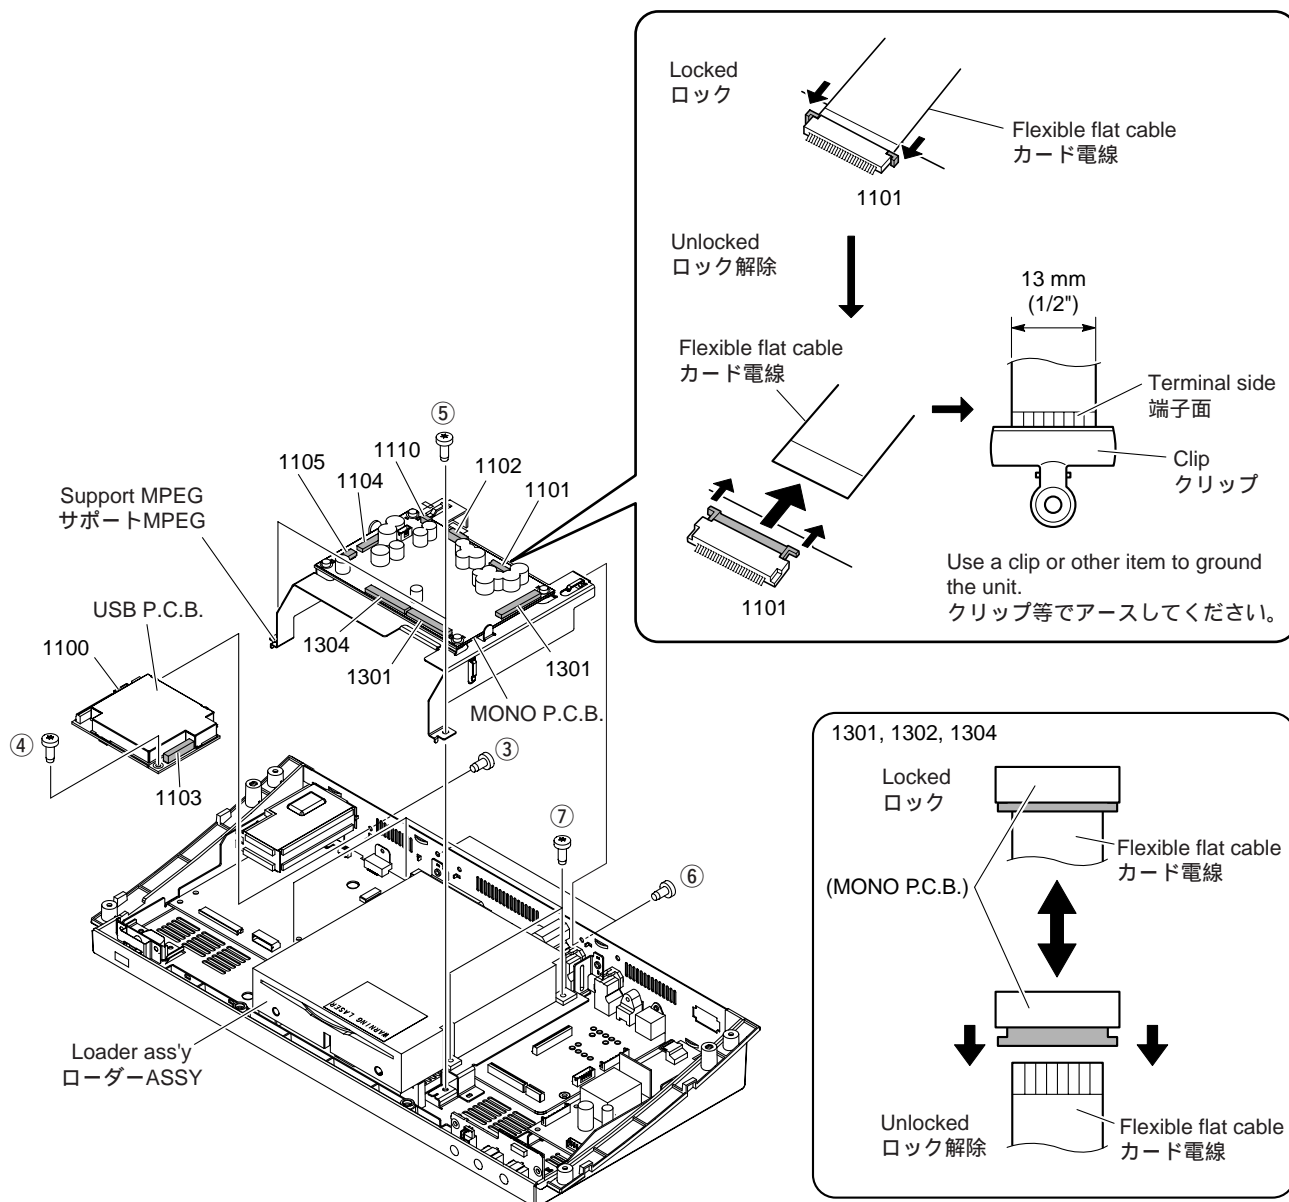

Fig. 3
- Remove screw (③) and screw (④). (Fig. 3)
- Remove 1100 and 1103. (Fig. 3)
- Remove the USB P.C.B.. (Fig. 3)
- Remove 2 screws (⑤) and 2 screws (⑥). (Fig. 3)
- Unlock 1101 and then disconnect the flexible flat cable, and ground the terminal face of the flexible flat cable with a clip or the like. (Fig. 3)
- Remove 1102, 1104, 1105 and 1110. (Fig. 3)
- Unlock 1301, 1302 and 1304 and then disconnect the flexible flat cable. (Fig. 3)
- Remove MONO P.C.B. together with the support MPEG. (Fig. 3)
- Remove 4 screws (⑦). (Fig. 3)
- Remove the loader ass'y. (Fig. 3)
- ③のネジ1本、④のネジ1本を外します。(Fig. 3)
- 1100、1103を外します。(Fig. 3)
- USB PCBを取り外します。(Fig. 3)
- ⑤のネジ2本、⑥のネジ2本を外します。(Fig. 3)
- 1101のロックを解除してカード電線を外します。次に外したカード電線のクリップ等で端子面をアースします。(Fig. 3)
- 1102、1104、1105、1110を外します。(Fig. 3)
- 1301、1302、1304のロックを解除してカード電線を外します。(Fig. 3)
- MONO P.C.B.をサポートMPEGと一緒に取り外します。(Fig. 3)
- ⑦のネジ4本を外します。(Fig. 3)
- ローダー ASSY を取り外します。(Fig. 3)
- b. Slide the lower part of the front panel ass'y forward gradually and remove it from 4 dowels. (Fig. 3)
- b. フロントパネル ASSY の下側を前方にゆっくりスライドさせ、ダボ 4 箇所を外します。 (Fig. 3)